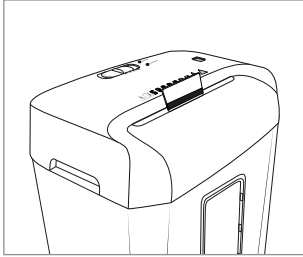

Fig. 3
- ▶ Retire regularmente cualquier resto que quede en las cuchillas de corte con un objeto adecuado (p. ej., un cepillo o unas pinzas). Para ello, asegúrese de que el aparato esté desenchufado ① de la red eléctrica.
- ◆ Introduzca la tarjeta de crédito desde arriba en el centro de la ranura de corte ⑧ (consulte la fig. 3) y ajuste el interruptor *REV/OFF/AUTO/FWD* ② en la posición *FWD* (del inglés "forward" = avance). Solo puede cortarse una tarjeta de crédito a la vez. Introduzca siempre la tarjeta en posición horizontal (apaisada) en la ranura ⑧. De lo contrario, la banda magnética no se destruirá.